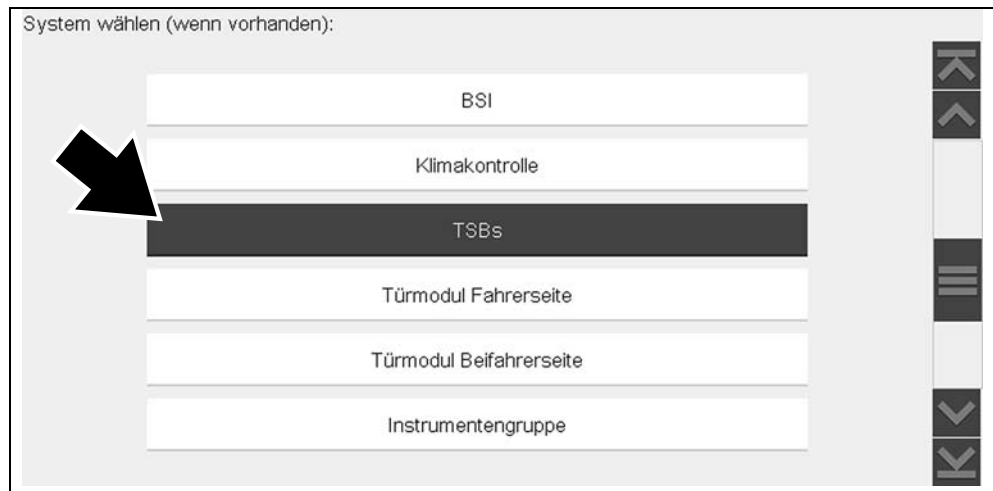

Abbildung 10-4 Scanner-Systemmenü – TSBs-Option
1. Wählen Sie aus einer aktuellen Scannersitzung heraus TSBs im Systemmenü aus (Abbildung 10-4).